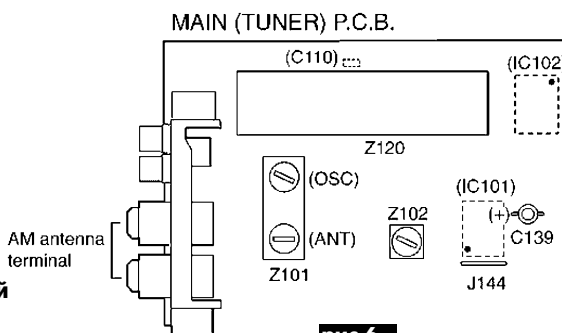

рис.6
Расположение регулировочных элементов и контрольных точек тюнера показано на рис.6.
Вольтметр переменного тока и осциллограф включить параллельно и подключить коаксиальным кабелем к контрольной точке C139 (рис.6). Оплетку кабеля подключить к "земле" (перемычка J144). Провод, подключенный к выходу генератора АМ сигнала (включенного в режим 450 кГц, модуляция 30%), расположить рядом с платой приемника.
1. Подключить вольтметр постоянного тока к C110 (рис.6). В разрыв каждого соединительного провода включить дроссель на 100 мГн.